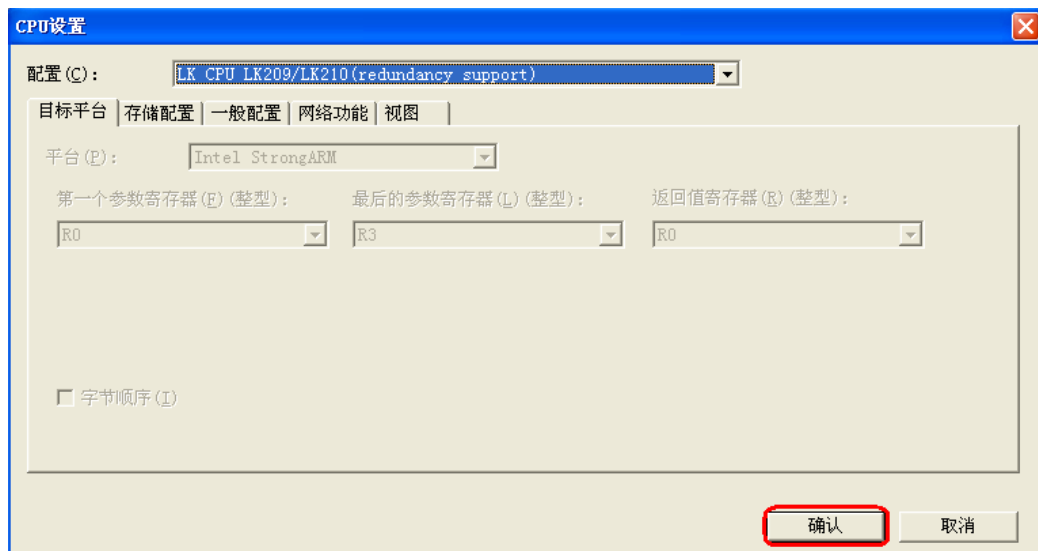

图 38 设置后确认
3. 随后弹出“CPU 设置”参数选项对话框，如图 38 所示。其中有【目标平台】、【存储配置】、【一般配置】、【网络功能】和【视图】共五项，各项中默认设置已能满足绝大多数应用需求。因此无需更改直接**确认**即可。